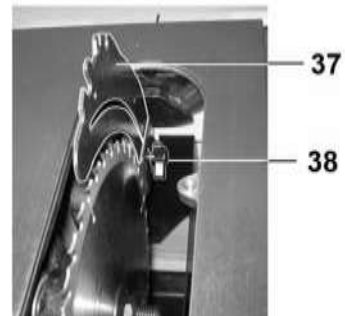

Рис. 18
8.5.5. Если предстоит распиловка заготовок, ослабьте фиксацию винта (38) переведите расклинитель (37) в верхнее положение и закрепите его винтом (38), Рис.18.
9.5. Расклинитель (Рис. 18)